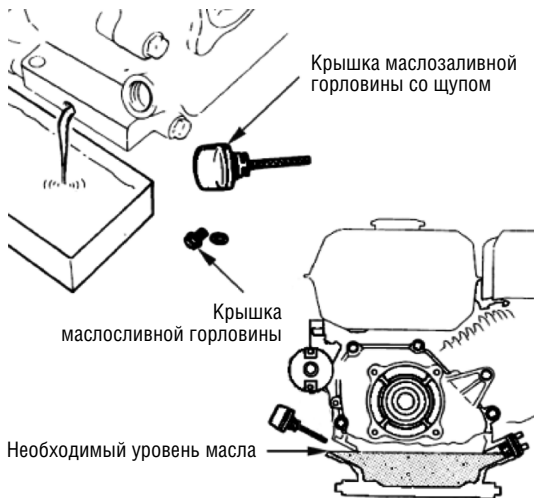

Рисунок 14. Замена масла.
5. Залейте достаточное количество масла (см. рисунок 14) и закрутите крышку маслозаливной горловины обратно.